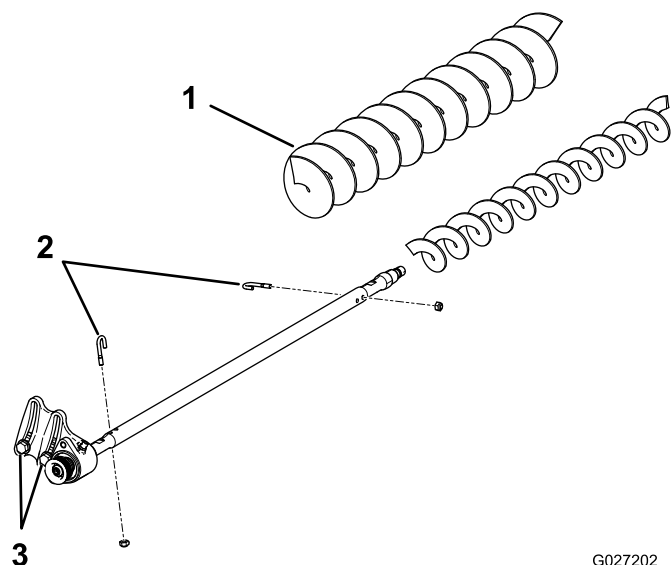

Figure 20
3. Enlevez les 2 boulons en J et écrous (Figure 20).
4. Faites glisser la brosse existante pour la déposer de l'arbre (Figure 20).
5. Desserrez les 2 boulons, rondelles et écrous qui fixent le logement de roulement d'entraînement à son support (Figure 20).
6. Glissez la brosse pour grande hauteur de coupe sur l'arbre (Figure 20).
7. Fixez la brosse sur l'arbre avec les 2 boulons en J retirés précédemment (Figure 20).